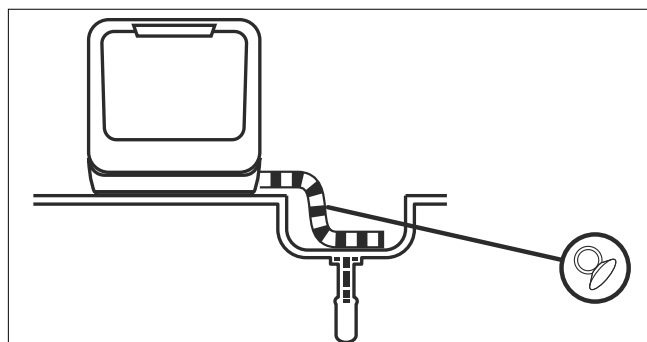
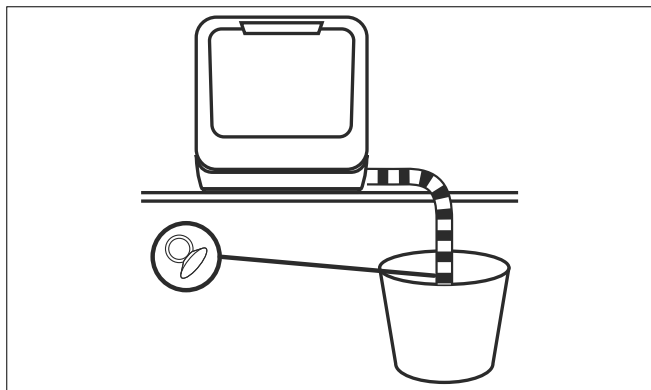

Fig. 10 – Scarico in un lavandino
Fig. 11 – Scarico in un contenitore
- Mettere l'estremità del tubo flessibile di scarico in un lavandino (v Fig. 10) o in un contenitore sufficientemente grande (vedere Fig. 11).
- Al termine delle operazioni di allacciamento alla rete idrica e fognaria, inserire la spina di alimentazione (24) in una presa elettrica.